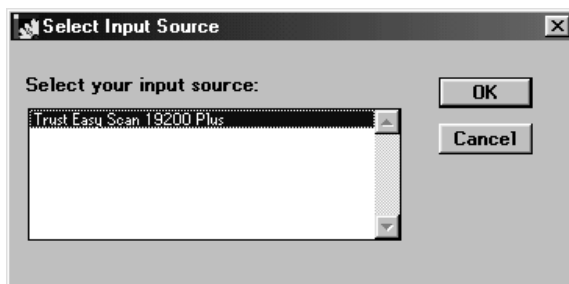

Figura 25: Selezione dello scanner
3. Selezionare dalla finestra "Trust Easy Scan 19200 Plus" (vedere la figura 25).